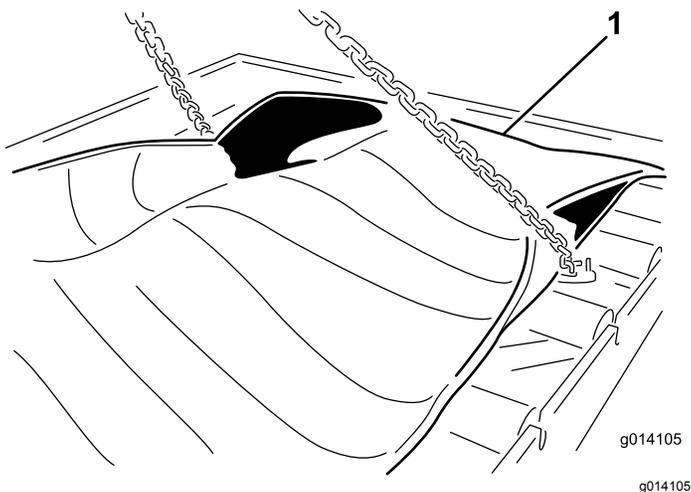

Рисунок 59
23. Отверните 24 болта крепления съемного блока (Рисунок 59).